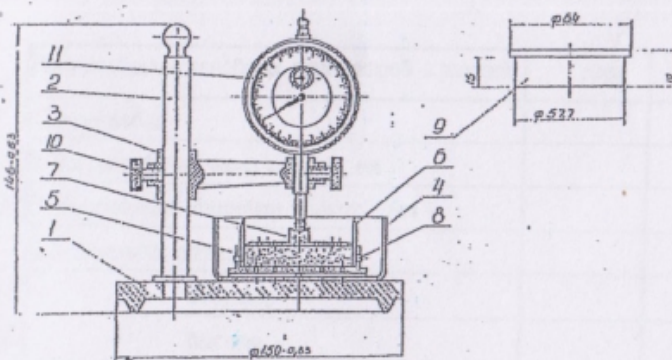

Рис.1 Прибор для определения величины набухания глинистых грунтов ПВН.
4.1. Рабочее кольцо поз.6 см.рис.1 ставится своим острым краем на монолит грунта и затем легким нажимом опускается на грунт.Одновременно с этим излишки грунта по периметру кольца срезаются острым ножом (не поставляется).